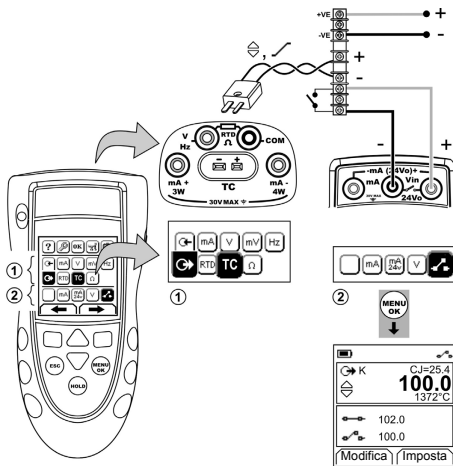

Figura 12: Esempio di configurazione - test del selettore
1. Collegare lo strumento (Figura 12) e, se necessario, modificarne il Setup (Tabella 1).